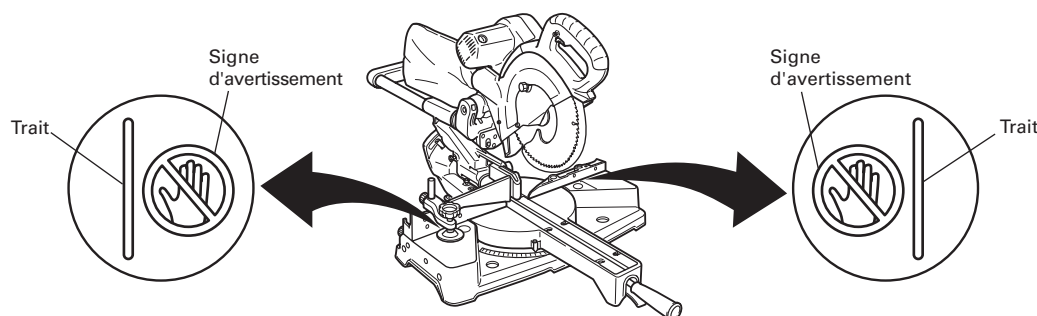

Fig. 24
* Ne jamais amener les membres à l'intérieur de la ligne à côté du signe d'avertissement pendant que l'outil fonctionne. Cela pourrait être dangereux (voir Fig. 24.).